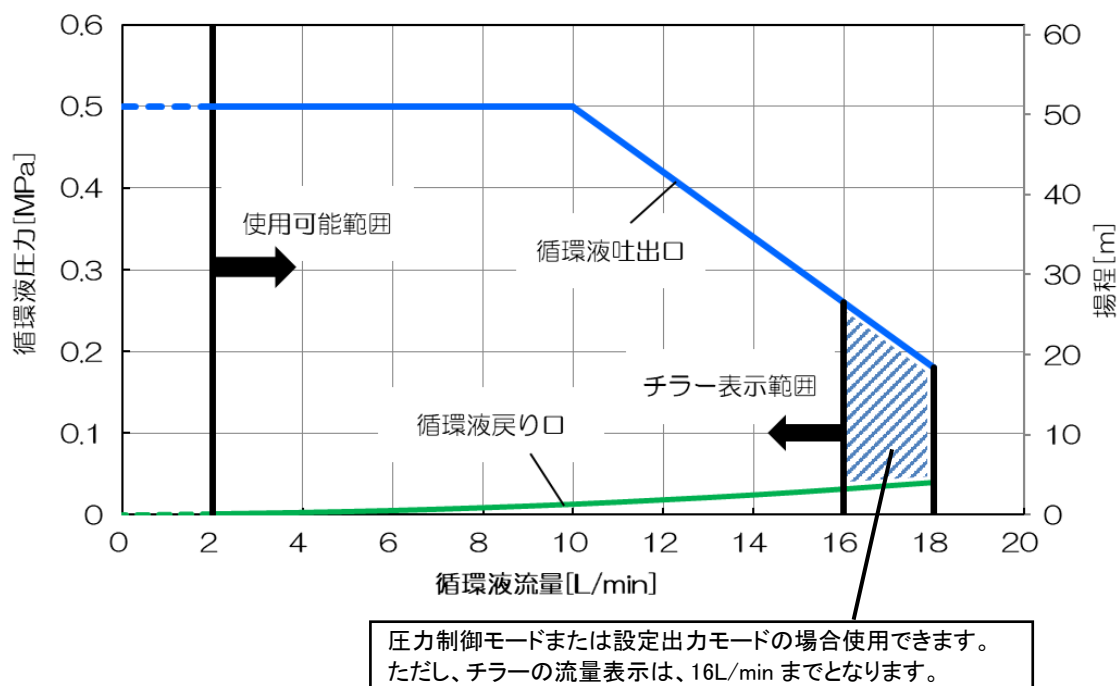

図 8-12 ポンプ能力(HRL100/200/300-A/W※-20 CH2)
- ※2 ①使用周囲温度:32°C、②循環液:清水、③循環液温度:CH1 20°C/CH2 25°C、④循環液流量:定格流量、⑤電源:AC200V
- ※3 ①使用周囲温度:32°C、②循環液:清水、③循環液流量:定格流量、④電源:AC200V
- ※4 ①使用周囲温度:32°C、②循環液:清水、③循環液温度:CH1 20°C/CH2 25°C、④負荷:冷却能力記載、⑤循環液流量:定格流量、⑥電源:AC200V、⑦配管長:最短
- ※12 ポンプの制御モードによって、使用可能範囲が変わります。詳細は、図 8-12 のポンプ能力グラフを参照ください。